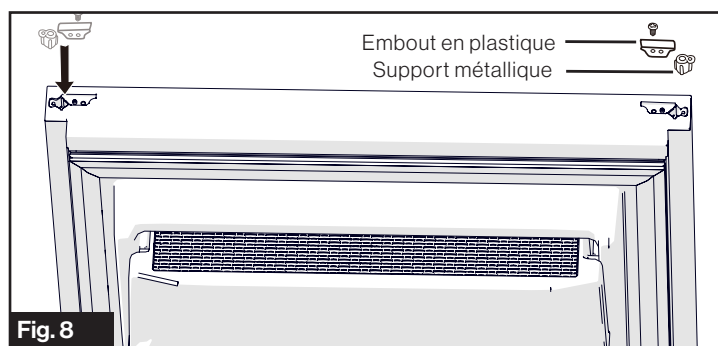

Fig. 8
5. Inversez le support métallique et la douille en plastique au bas de la porte du réfrigérateur. (Fig. 8)